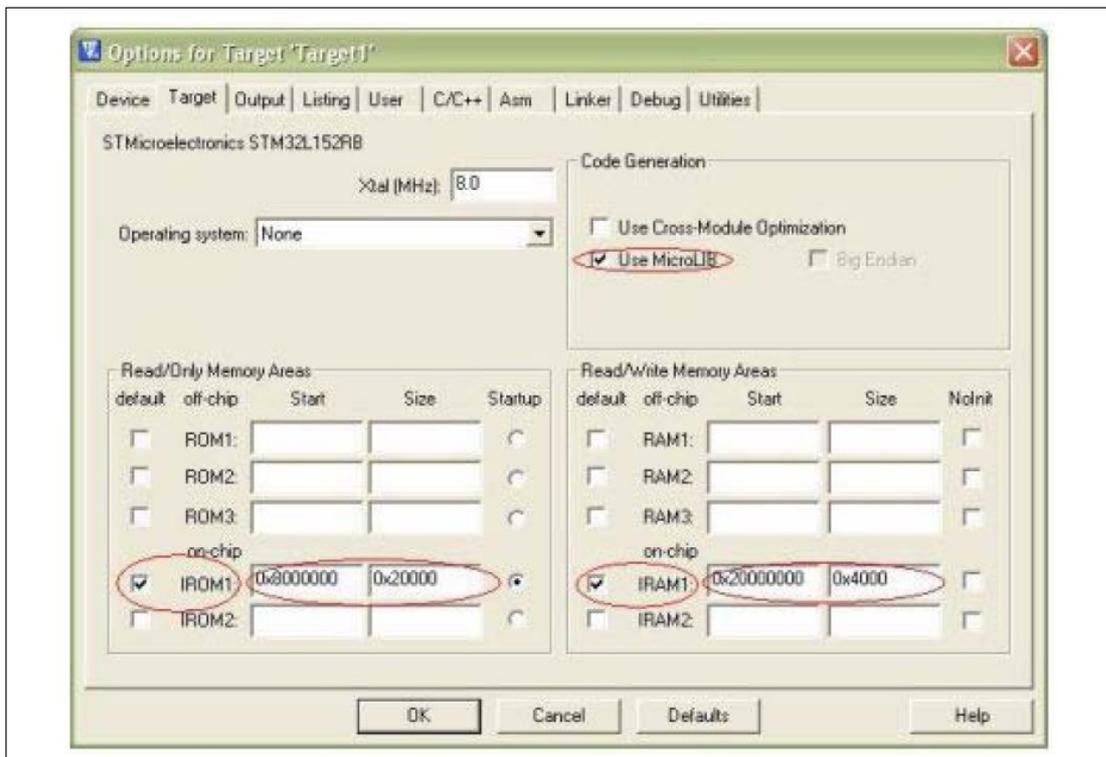

Figura 13. Cuadro de diálogo *Target Options* - Pestaña *Target*
2. Abre el **Target tab** e introduce la configuración de inicio (*start*) y tamaño (*size*) de **IROM1** e **IARM1** como se muestra en la figura 13.